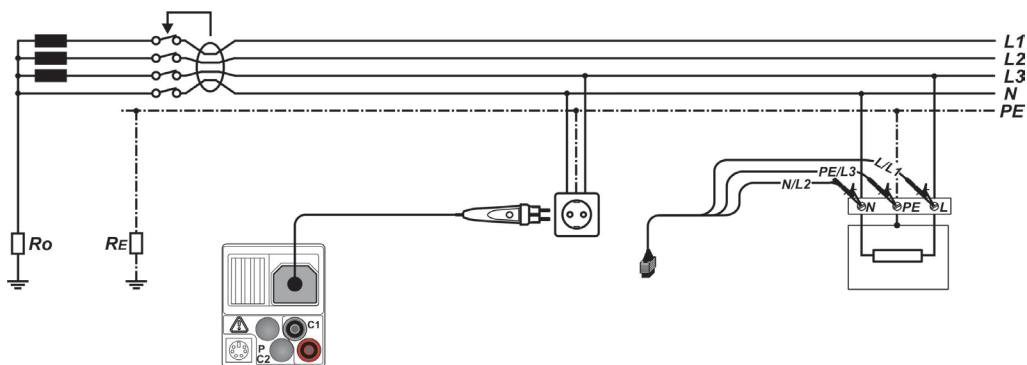

Abbildung 5.17: Anschluss des optionalen Commander-Prüfsteckers (044149) und der 3-Leiter-Prüfleitung - Abbildung am Beispiel des IT 130
- Kontaktieren Sie die Prüflitungen an das Prüfobjekt (siehe Abbildung 5.17).
- Kontaktieren Sie die Prüfleitungen an das Prüfobjekt (siehe Abbildung 5.17).